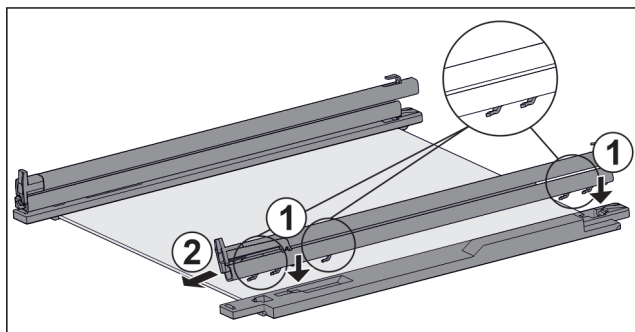

Fig. 57 Skleněná deska s kolejničkami a přídržnými díly
- Nasadte háčky kolejničky na otvory **levého** přídržného dílu. Fig. 57 (1)
- Vytáhněte kolejničku dopředu. Fig. 57 (2)
- Nasadte háčky kolejničky na otvory **pravého** přídržného dílu. Fig. 57 (1)